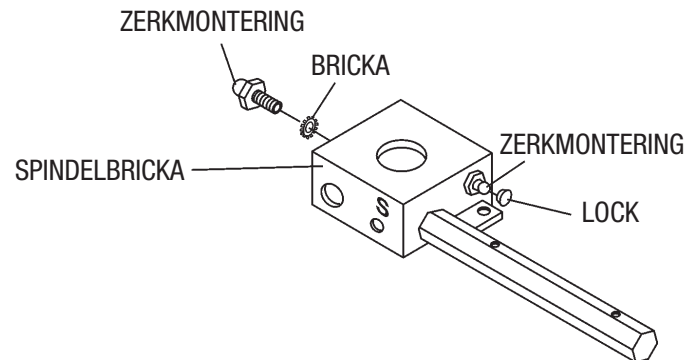

Bild 25. Borttagning av glättararmar
1. Ta bort de två återstående zerkmonteringarna och insexskruvarna från spindeln (bild 25).